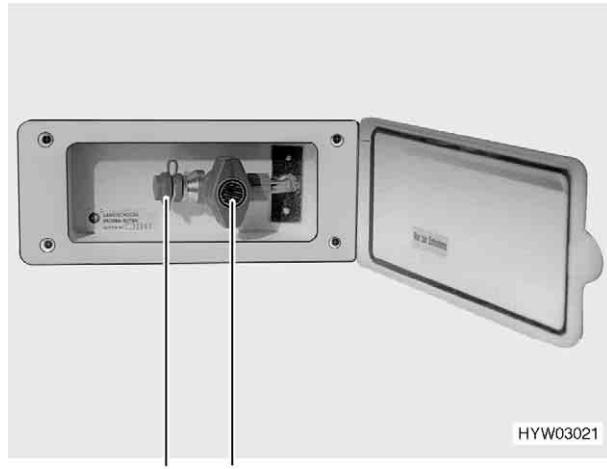

Fig. 61
- Quando la presa gas esterna per il gas non viene utilizzata, chiudere sempre il rubinetto (Fig. 61,2).
- Accertarsi che dopo aver collegato l'impianto a gas e aver aperto il rubinetto non fuoriesca del gas dalla presa esterna (Fig. 61,1). Se la presa gas esterna perde, il gas si disperde nell'atmosfera. Chiudere immediatamente il rubinetto e la valvola principale di arresto della bombola del gas. Fare controllare la presa esterna del gas da un'officina autorizzata.
La presa gas esterna si trova (Fig. 61) sul lato anteriore destro vicino al vano portabombole.